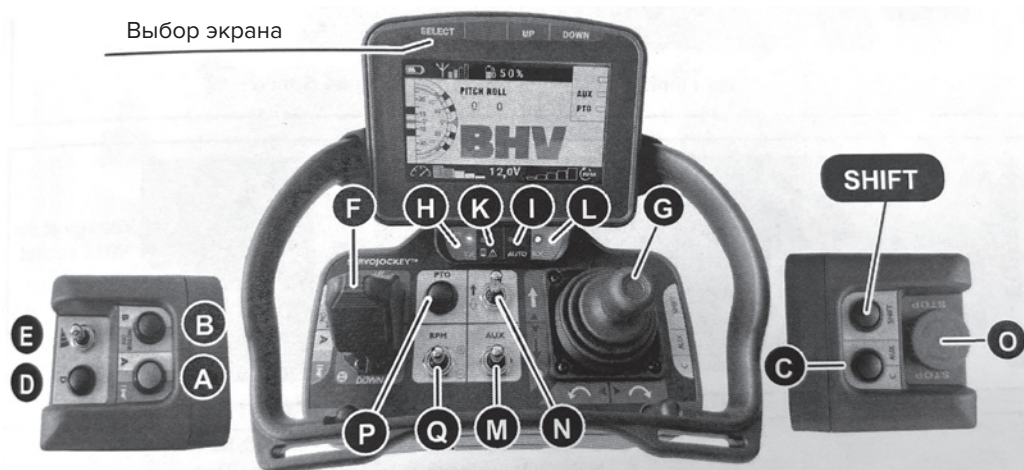
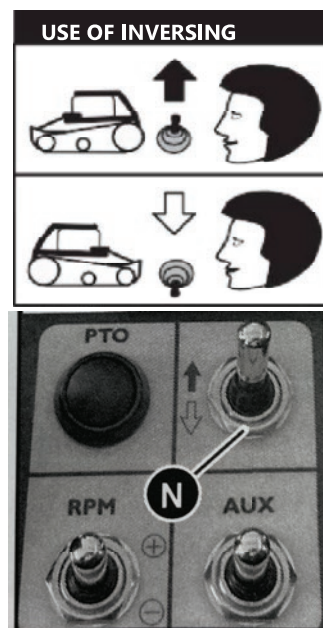

Рис. 10
Рис. 13
Поверните ключ зажигания в положение ON. Звук зуммера указывает на то, что радиоуправление не подключено. Для подключения нажмите один раз зеленую кнопку А (рис. 10) слева на пульте ДУ и дождитесь, пока оба индикатора не замигают: (А) – зеленый цвет и (В) – синий цвет (рис. 10).
Переместите рычаг регулировки оборотов двигателя вверх (рис 10 - Q) до упора. Чтобы запустить двигатель при низких температурах, переместите рычаг воздушной заслонки на середину (рис. 11b). Одновременно нажмите и удерживайте кнопки А и В (рис. 10) пока двигатель не запустится.
Отрегулируйте рычагом оборотов двигателя Q (рис.10) необходимые холостые обороты. По мере прогрева верните воздушную заслонку в исходное положение (рис. 11b).
Для выключения двигателя необходимо нажать на красную кнопку аварийной остановки (рис. 10 - O). Двигатель сразу остановится. Не забывайте, что вскоре после остановки необходимо вернуть аварийную кнопку в исходное положение.
Убедитесь, что рычаг инвертора (рис. 13 - N) установлен в верхнем положении. Этот рычаг контролирует направление движения машины. Постепенно перемещайте джостик управления (рис. 10 - G) в нужном направлении движения машины. Направление джостика соответствует направлению машины по отношению к оператору. Скорость также регулируется величиной смещения джостика управления.
- штекер 12В, управляемый с пульта управления AUX (рис. 10 - С)
- штекер с переключаемой полярностью для электропривода (рис. 10 - М).